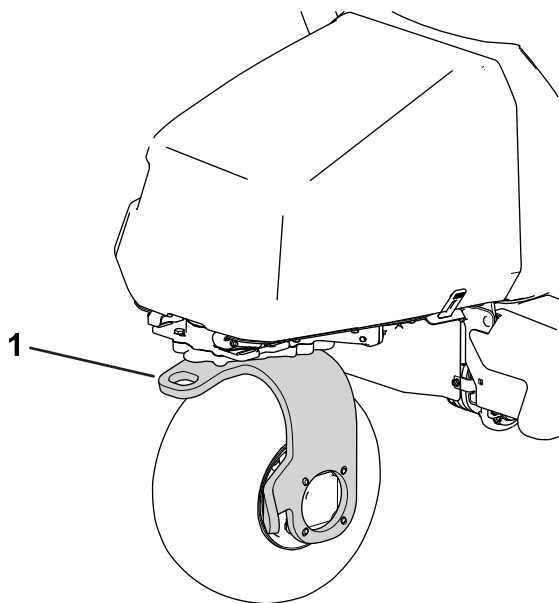

Figure 42
13. Utilisez la fourche de la roue pivotante arrière pour remorquer la machine (Figure 42).